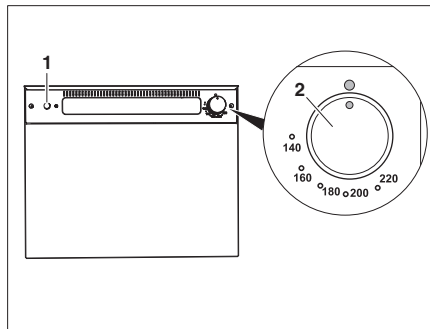

Bild 328 Gasbackofen (Thetford)
- Den Drehregler (Bild 328,2) leicht drücken und nach links auf eine beliebige Position drehen.
- Zündschalter (Bild 328,1) so oft drücken, bis die Flamme brennt.
- Den Drehregler (Bild 328,2) auf "0" drehen. Die Flamme erlischt.